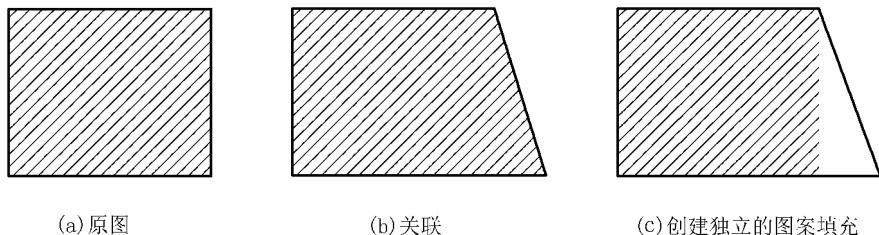

图 2-31 边界与填充关联
(2)利用图层来控制图案填充的可见性。当图案填充所在的图层被关闭后,图案与其边界仍保持着关联关系。即修改边界后,填充图案会根据新的边界进行自动调整,如图 2-31(b)所示。
当图案填充所在的图层被锁定后,也就是图案与其边界脱离关联关系。即边界修改后,填充图案不会根据新的边界自动调整位置,如图 2-31(c)所示。